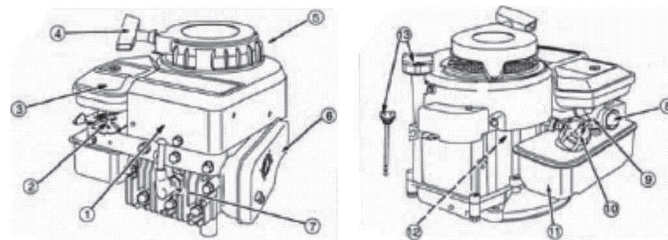

Рис. 3
Основные части двигателя (Рис. 3)
Основным элементом газонокосилки является 4-х тактный двигатель внутреннего сгорания (Рис. 3), с вертикальной осью коленвала и его основные части: (2) - рычаг дросселя; (3) - фильтр воздушный; (4) - стартер ручной; (5) - защитный кожух; (6) - глушитель; (7) - свеча зажигания; (8) - кнопка топливного насоса; (9) - карбюратор; (10) - пробка бензобака; (11) - бензобак; (12) - корпус двигателя; (13) - маслосливная горловина.